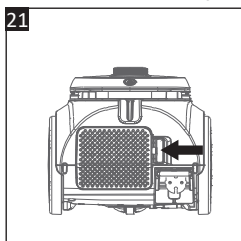

Рис. 21
2. На задній стороні пилососа натисніть на язичок кришки отвору виходу повітря (24) вліво, щоб розблокувати її, і зніміть її (рис. 21).